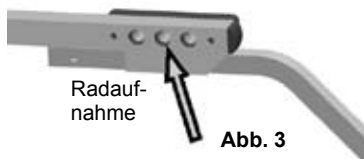

Abb. 3
- Das Rad mit der Steckachse in die mittlere Position der Radaufnahmen am Grundgestell stecken (Abb. 3). Diesen Vorgang auf der anderen Seite wiederholen.